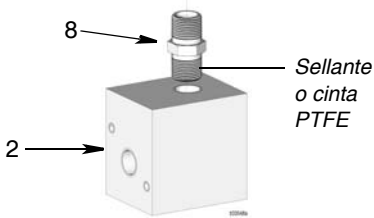

FIG. 8
1. Envuelva las roscas de la boquilla del tubo (8) con cinta de PTFE o sellante de roscas como se observa en la FIG. 8. Instale la boquilla del tubo (8) en la abertura del colector (2). Apriete firmemente. Consulte la FIG. 8 para determinar la posición correcta de la instalación.